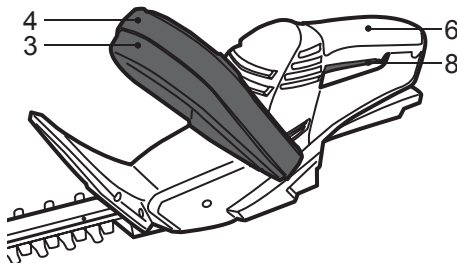

Fig.4
- > Tenez l'appareil avec une main sur la poignée arrière [6] et l'autre sur la poignée avant [4]. Appuyez en même temps sur le bouton marche/arrêt [8] et sur l'interrupteur de sécurité [3] (Fig.4).